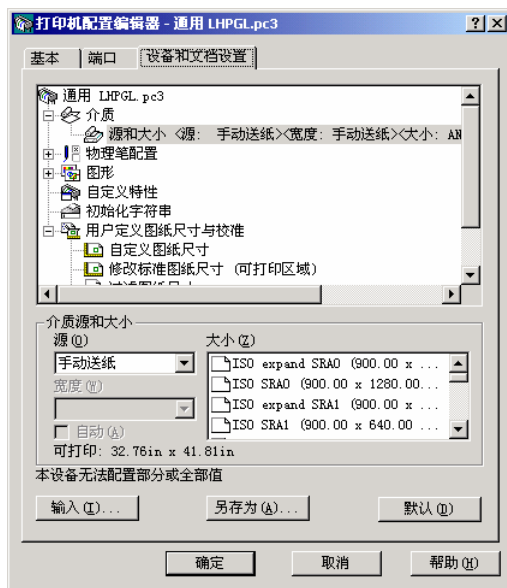

图 7-20 设备和文档设置
(3) 在“设备和文档设置”选项卡，可以编辑打印机配置的多种打印选项，如图 7-20 所示。